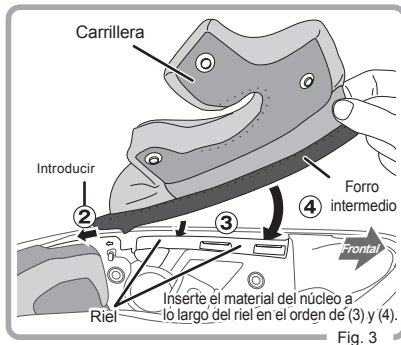

Fig. 3
2. Introduzca la punta del forro intermedio por detrás de la carrillera en la parte de inserción (suba un poco el embellecedor de goma para encontrar la inserción) (Fig. 3).
- 3-4. Inserte el forro intermedio a lo largo del hueco (Fig. 3).